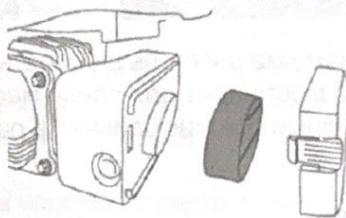

Рис. 28
- Извлеките фильтр из корпуса и постучите им по твердой поверхности, чтобы удалить пыль (рис. 28).